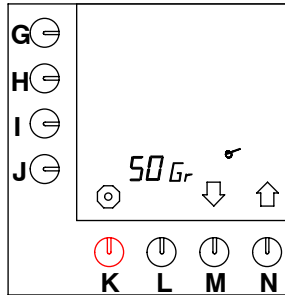

Fig. 49 Impostazione del calcolatore di caffè
- Premere il tasto di selezione (N.) \uparrow fino a che sullo schermo viene visualizzato quanto illustrato nella fig. 49 .